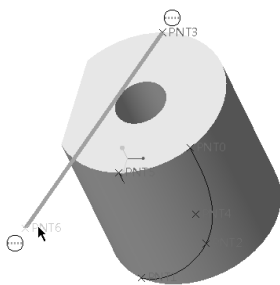

图 3-72 单击两点
2) 在图形窗口中依次单击 PNT3 和 PNT6，如图 3-72 所示。